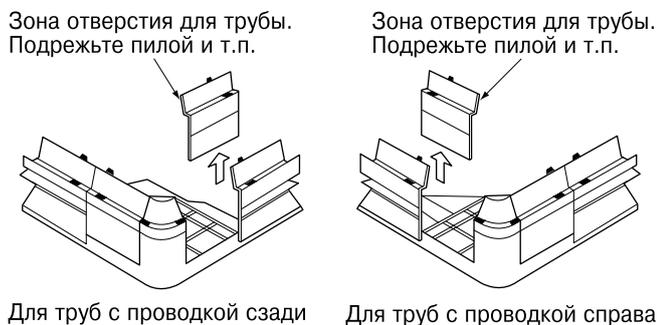

Рис. 36
- Для труб с проводкой вверх и справа подрежьте угловые крышки до их присоединения, как показано на рис. 36. (См. рис. 36)